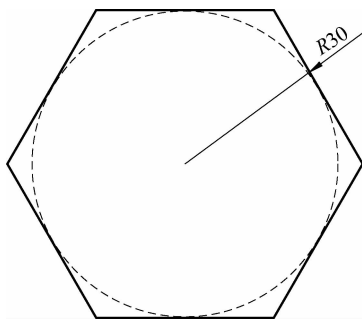

图 3-13 外切于圆的正六边形
(3)外切于圆(C):表示正多边形在圆的外面。例如,绘制如图 3-13 所示的外切于圆的正六边形。